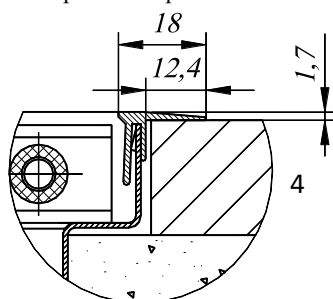

Рис.3.
- 5.7 При исполнении F профиля щель закрыть F-образными планками, установив их сверху по периметру корпуса (см. Рис.3).